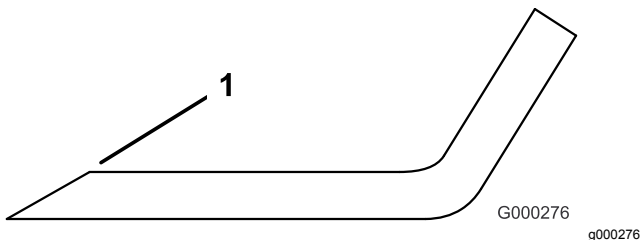

図 131
3. すべてのブレードの刃先を点検し、刃先が丸くなっていたり打ち傷がある場合には研磨する 図 131。
**注** 研磨は刃先の上面だけに行い、刃の元々の角度を変えないように十分注意する 図 131。両方の刃先から等量を削るとブレードのバランスを維持することができます。